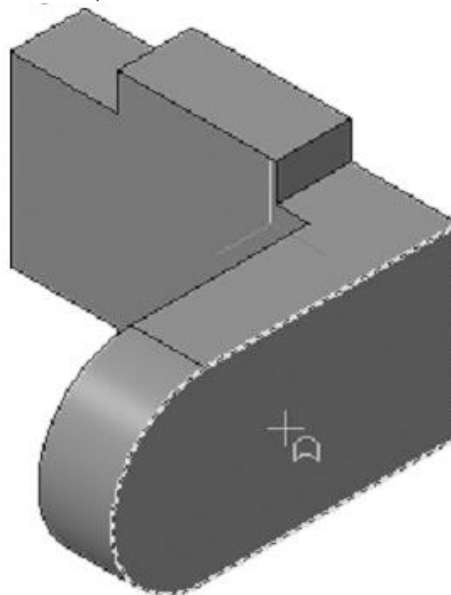

Рисунок 22.
1. Укажите грань основания и нажмите кнопку Эскиз на панели Текущее состояние (рис. 22).